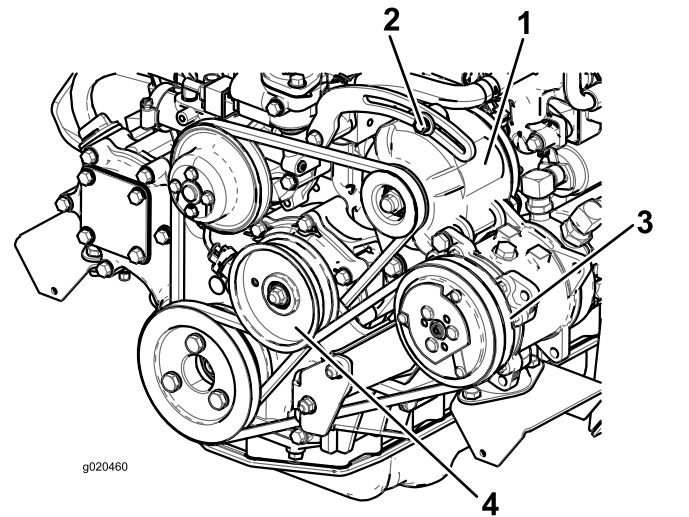

Figura 96
Se a deslocação obtida não for igual a 10 mm, deve desapertar os parafusos de montagem do alternador (Figura 96).
- Se o desvio obtido não for igual 10 mm, deverá libertar o parafuso de montagem da polia intermédia (Figura 96).